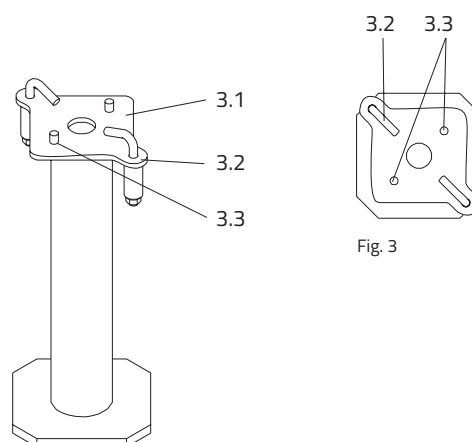

Fig. 3
2. Fodens centrertappe **3.3** griber ind i hullerne på støttens fodplade **1.8** respektive topplade **1.9**. Fig. 3